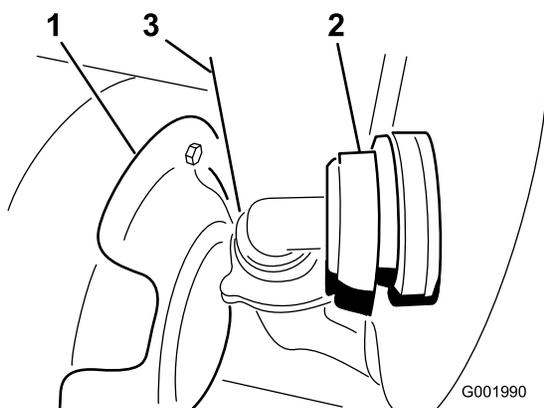

Figura 58
3. Scollegate il flessibile situato sulla parte anteriore del serbatoio, in basso (Figura 58).
Nota: All'occorrenza, mentre rimuovete il carter spingete indietro lo schermo termico (Figura 58).
7. Collegate il flessibile alla parte anteriore del serbatoio (Figura 58).